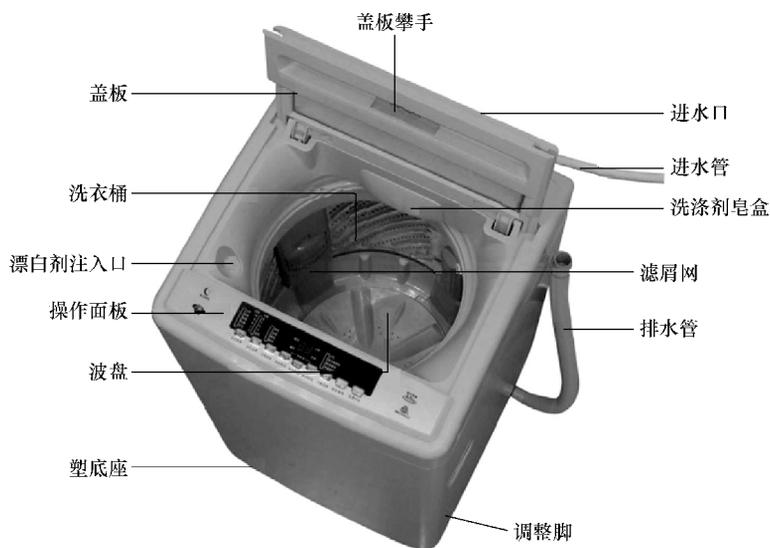

图 6-59 惠而浦 D7576CBP 型波轮式洗衣机外形结构
**【附注】**惠而浦 D7576CBP 型波轮式洗衣机外形结构如图 6-59 所示。